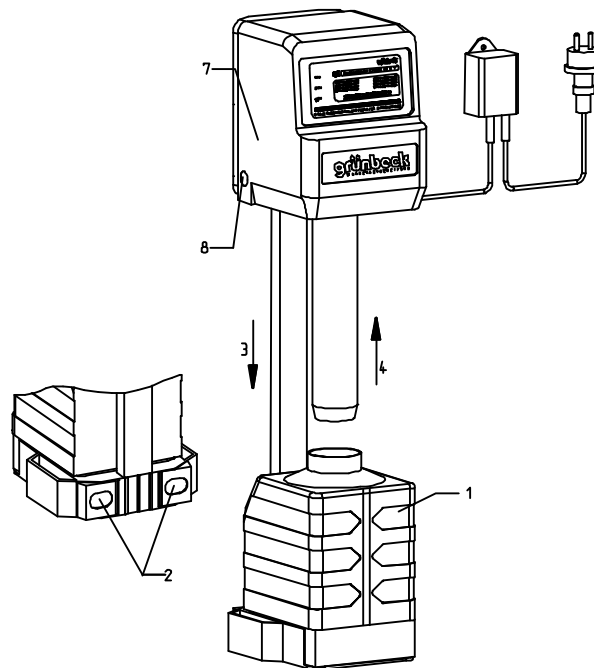

Abb. F-1: Austausch des Dosierlösungsbehälters EXADOS® EK 6
Die Konsole lässt sich dann mit dem Behälter nach unten bewegen (3), (Abb. F-1).